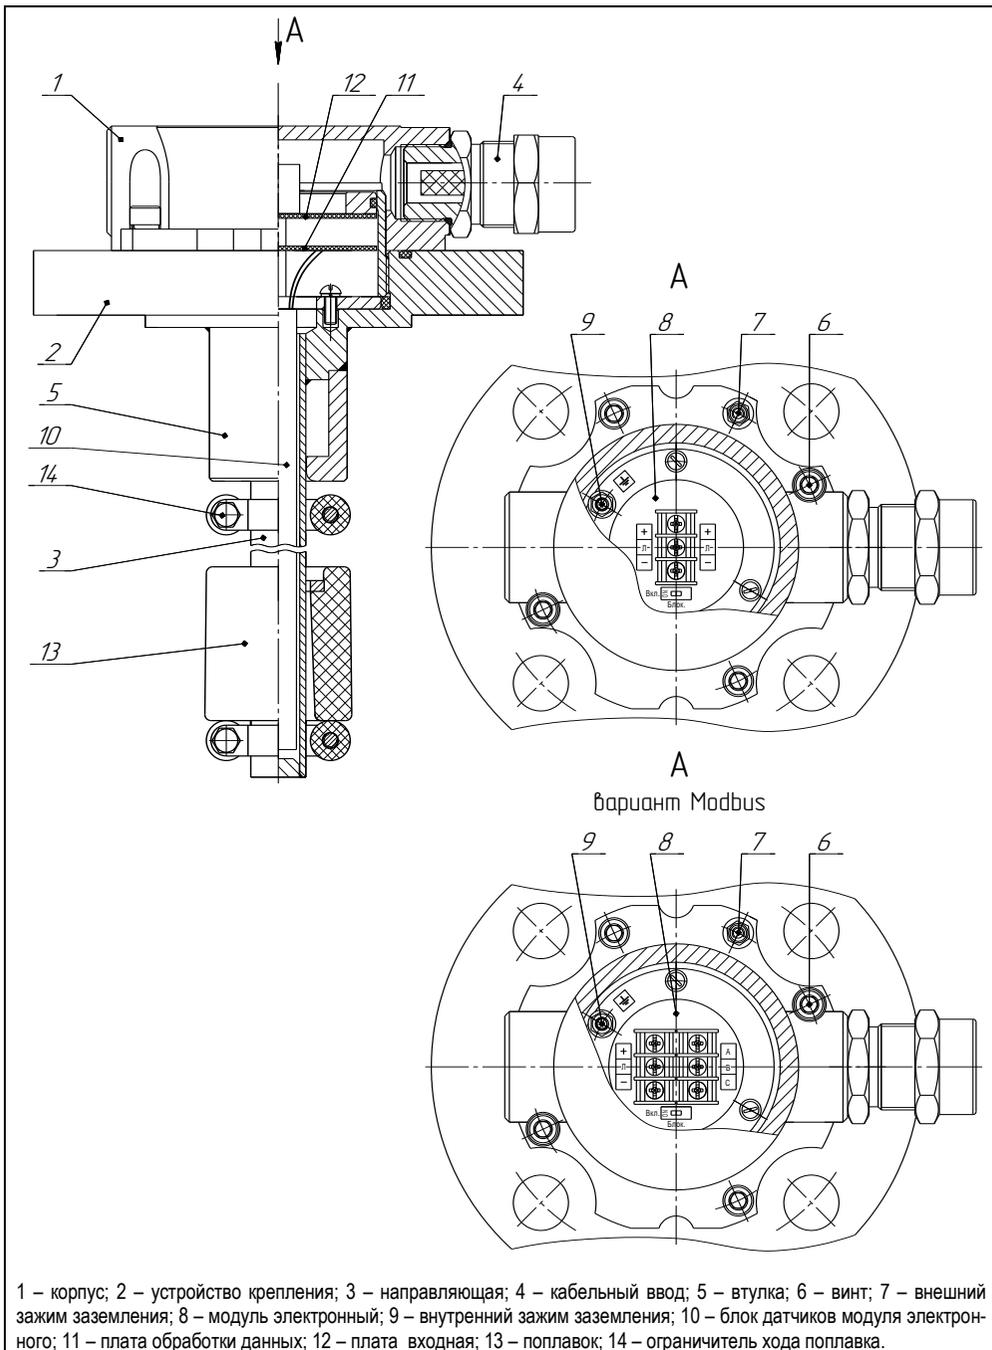

Рисунок 6
1.5.1 Корпус 1 преобразователя с кабельными вводами 4, устройство крепления 2 и направляющая 3 образуют взрывонепроницаемую оболочку преобразователя (см. рисунок 6). На направляющей устанавливаются поплавок 13 и ограничители хода поплавка 14.